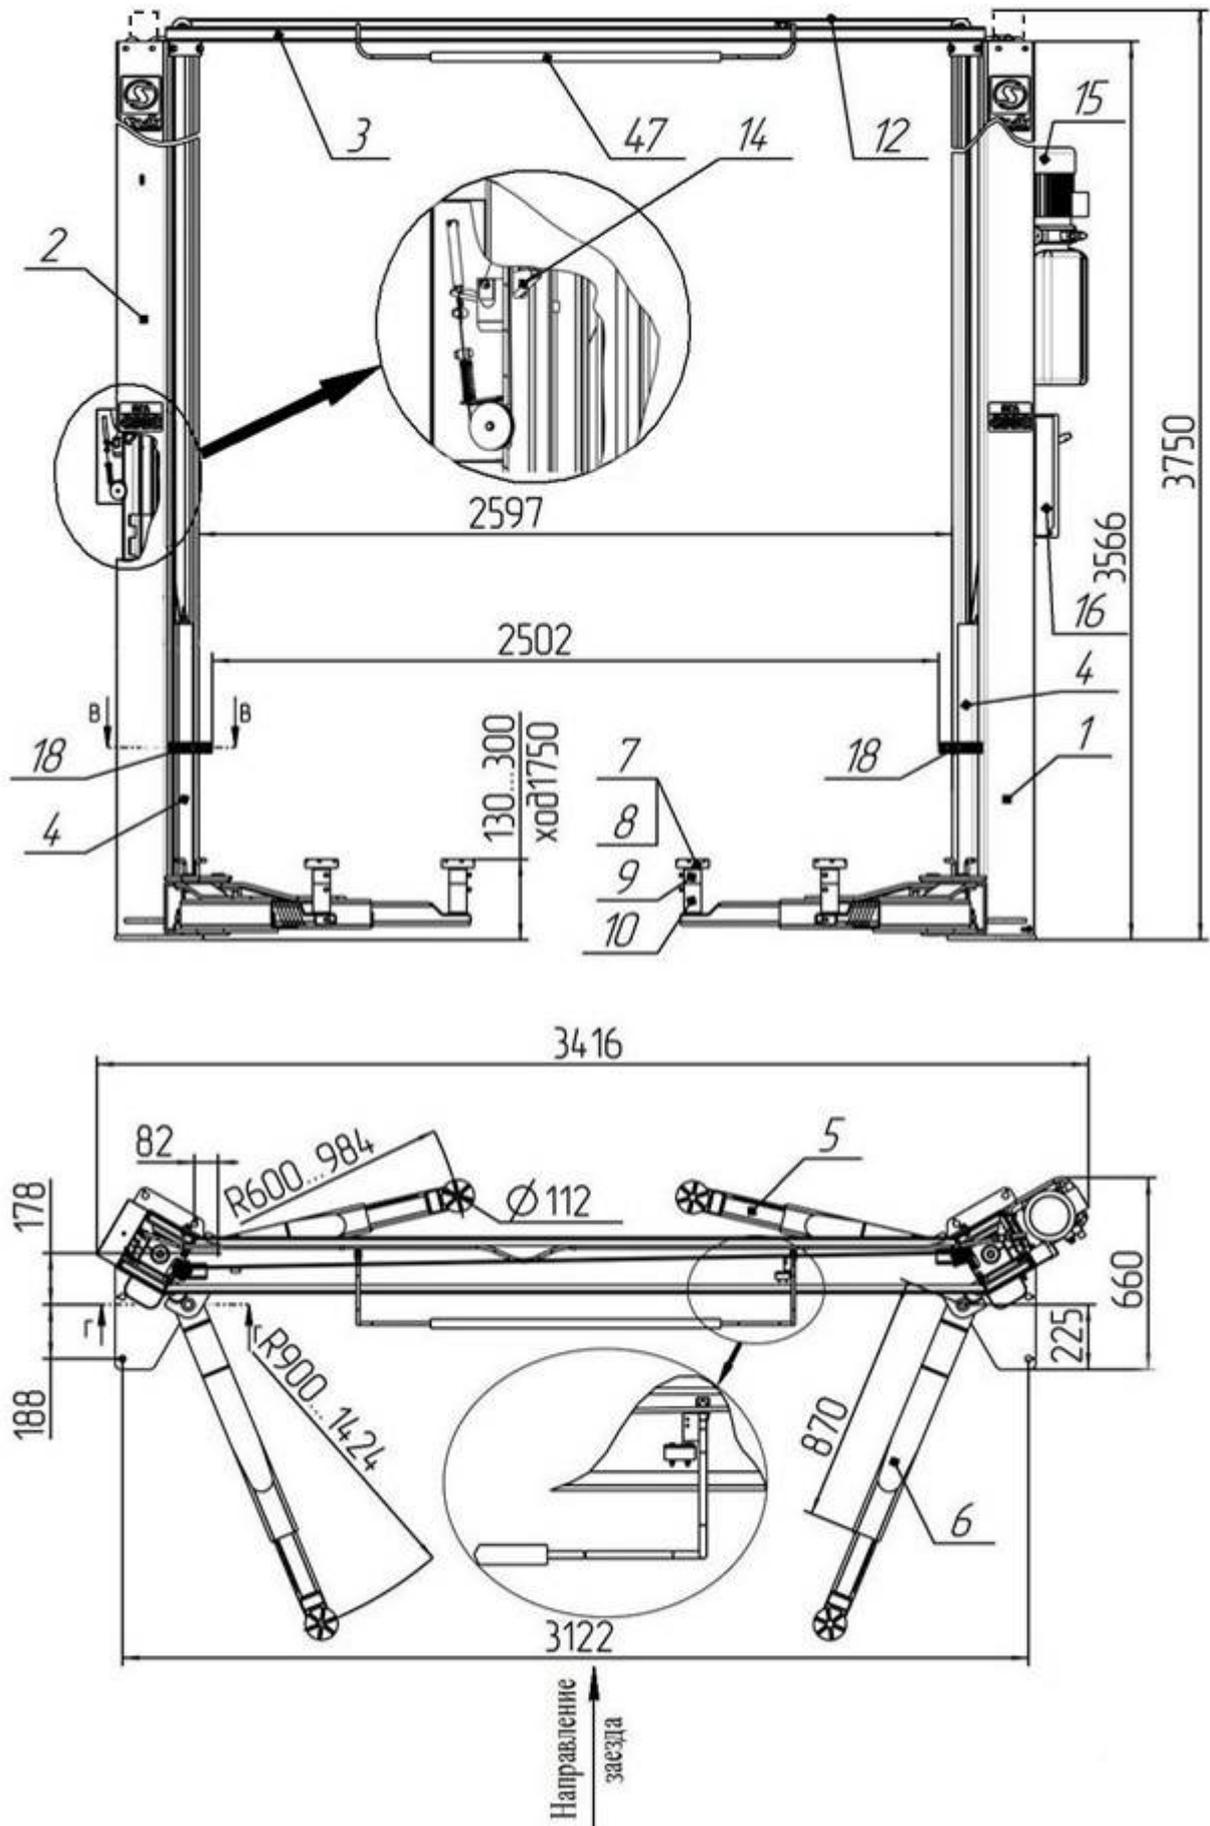
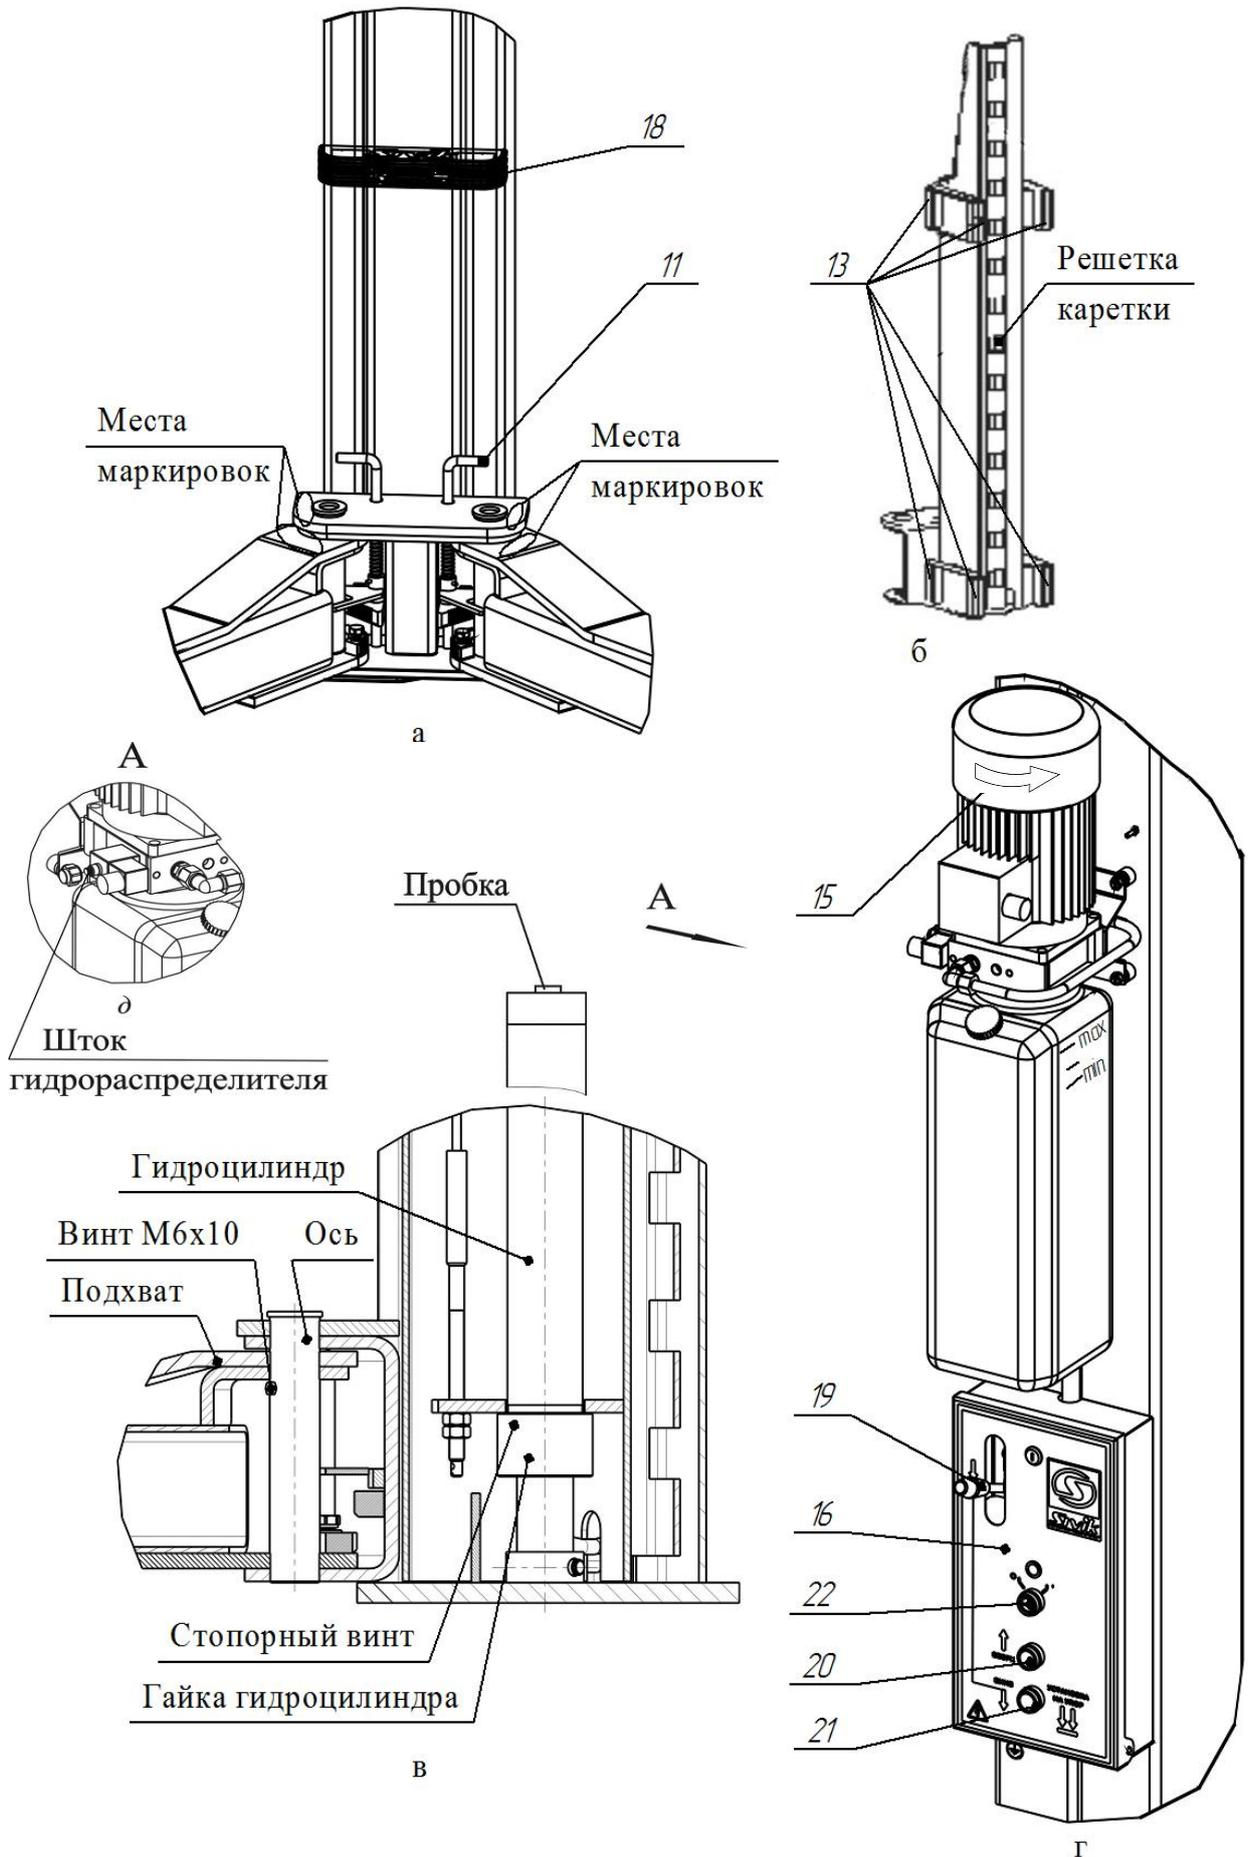

Рисунок 3.1 - Общий вид подъемника
Рисунок 4.1 – Виды подъемника
| № п/п | № позиции(рисунок 3.1) | Наименование узлов и деталей                     | Колшт. |
Подъемник (рисунок 3.1) состоит из двух стоек коробчатого сечения - правой 1 и левой 2, соединенных между собой перекладиной 3. В стойках размещены каретки 4 с закрепленными на них поворотными телескопическими подхватами 5 и 6 разной длины. На концах подхватов 5, 6 установлены опоры 7, втулки резьбовые 8, втулки 9, 10. Подхваты фиксируются стопорными устройствами 11 (рисунок 4.1 а), автоматически срабатывающими при подъеме автомобиля. При опускании кареток 4 в крайнее нижнее положение происходит автоматическое расстопорение подхватов 5 и 6. Каретки 4 приводятся в движение гидравлическими цилиндрами, установленными внутри стоек. Подъемник снабжен системой 12 тросовой синхронизации движения кареток 4.
Каждая каретка 4 (рисунок 4.1 б) снабжена полиамидными ползунами 13, скользящими по беговым дорожкам стоек 1 и 2. Каретки фиксируются на требуемой высоте стопорами-защелками 14 (рисунок 3.1), закрепленными на стойках 1,2 и входящими в зацепление с решетками на каретках 4.
На правой стойке (рисунок 4.1 г) размещена насосная станция 15 с пультом управления 16. Внутри насосной станции 15 находится клапан предохранительный, предотвращающий перегрузку в гидросистеме. Клапан предохранительный настроен на заданное давление и опломбирован.
- касании автомобилем ограничительной дуги 47 перекладины 3 (рисунок 3.1);
Для предотвращения повреждения дверей автомобиля (при открывании) на каретки 4 установлены накладки 18, фиксируемые винтами М8х30, шайбами 8Г и шайбами 8 (рисунок 3.1 и рисунок 4.1 а).
Управление подъемником осуществляется рычагом 19 (рисунок 4.1 г) и двумя кнопками 20 и 21, установленными в пульте управления 16. Рычагом 19 осуществляется расстопорения кареток 4, а кнопками 20 и 21, подъем (кнопка 20) и опускание (кнопка 21) кареток 4.
**ВНИМАНИЕ!** Перед сборкой проверить затяжку гаек гидроцилиндров и стопорных винтов (рисунок 4.1 в).
Для того чтобы проверить срабатывание упругой тяги 31, необходимо одному человеку прижать рукой защелку 14 к стойке 2, а другому повернуть рычаг 19 (рисунок 4.1 г) на себя. Упругая тяга 31 должна вытянуться на полный ход штока 30.
При повороте рычага 19 (рисунок 4.1 г) защелки на левой и правой стойки должны срабатывать одновременно. При отпуске рычага 19, защелки на левой и правой стойке должны вернуться в исходное положение. Регулировка проводится выборкой слабины тросика 23 и обжатием петли от вытягивания зажимом 29.
6.9 Открутить пробку бака насосной станции 15 и залить масло (около 12 л) до верхней метки «МАХ» (рисунок 4.1 г). Уровень масла контролировать визуально. Установить пробку бака на место.
- кратковременным нажатием на кнопку 20 (двигатель должен работать, вращение крыльчатки по стрелке на кожухе эл. двигателя, а из бака должно убывать масло, рисунок 4.1 г).
- отвернуть пробки у каждого гидроцилиндра на один оборот (рисунок 4.1в)
6.13 Подхваты 5, 6 установить согласно маркировки как представлена на рисунке 4.1а и зафиксировать осями к кареткам 4 стоек (рисунок 4.1в). Оси фиксировать винтами М6х10. Допускается разновысотность подхватов до 10 мм. Убедитесь, что подхваты фиксируются стопорными устройствами 11.